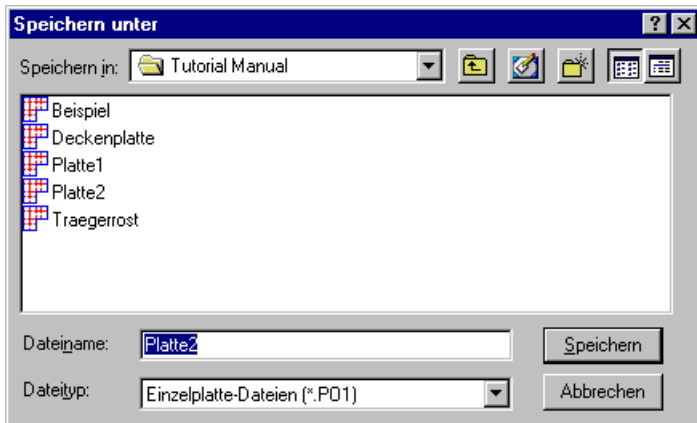

Bild 3-27 Dialogfeld "Speichern unter"
- Wählen Sie "Projekt speichern unter" aus dem "Datei"-Menü des *ELPLA-Daten*-Fensters. Das folgende Dialogfeld "Speichern unter" im Bild 3-27 erscheint